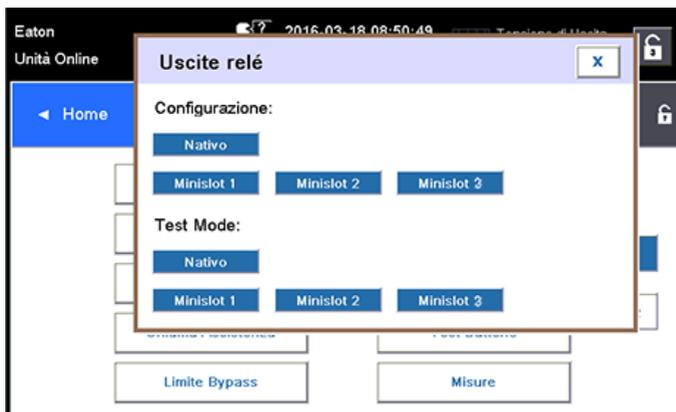

Figura 41. Opzioni per la configurazione delle uscite del relé
10. È possibile verificare i relè selezionando una qualsiasi delle opzioni in modalità test (vedere figura 41).